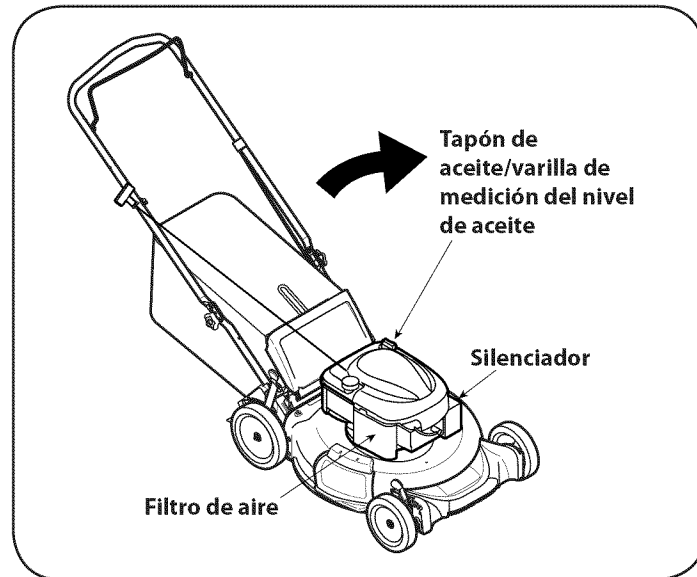

Figura 17
3. Quite la tapa/varilla medidora del nivel de aceite y drene el aceite al recipiente inclinando el motor hacia el tubo de llenado del aceite. Vea la Figura 17.